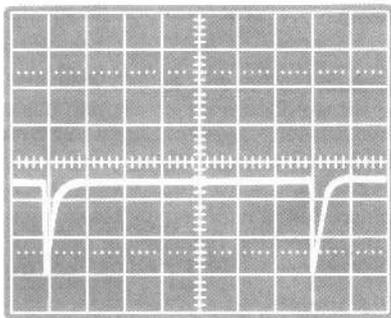

Abb. 4
- Schalter ⑧ Stellung B. Es ergibt sich ein Oszillogramm nach Abb. 4